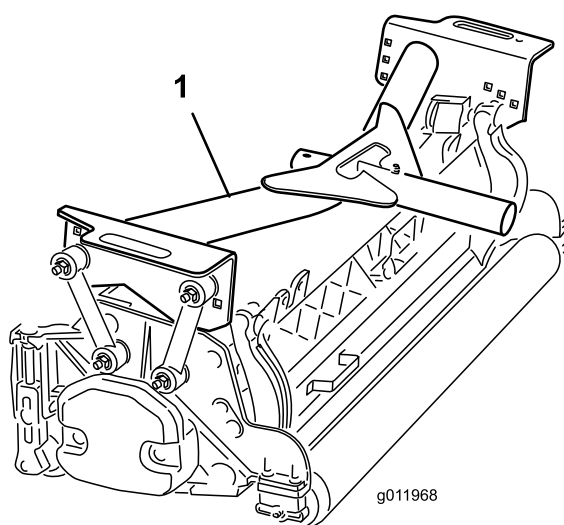

Figure 16
2. Placez un bâti porteur avant (Figure 16) sur chaque plateau de coupe avant.